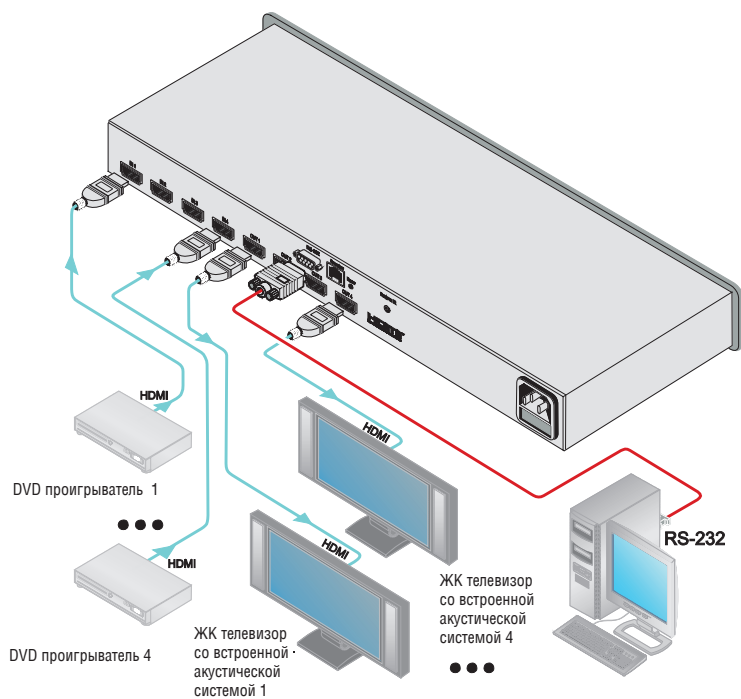

Рис. 2. Подсоединение матричного коммутатора HDMI 4x4 VS-44H
Чтобы подсоединить **VS-44H** в соответствии с примером, показанным на рис. 2, действуйте в следующем порядке (предварительно выключив всю аппаратуру):
4. Подсоедините сетевой шнур к розетке электросети (на рис. 2 не показаны).